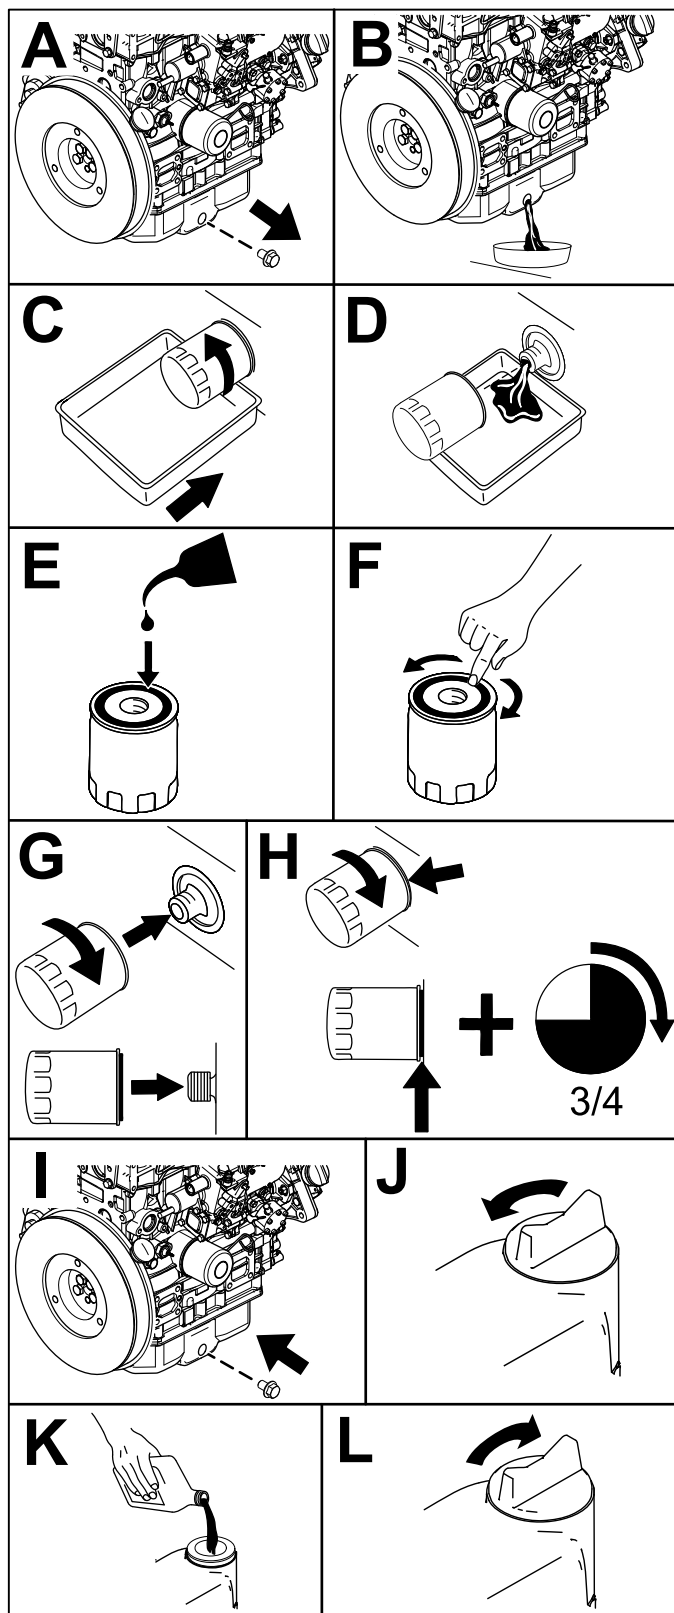

Рисунок 63
6. Замените масло в двигателе и масляный фильтр, как показано на Рисунок 63.